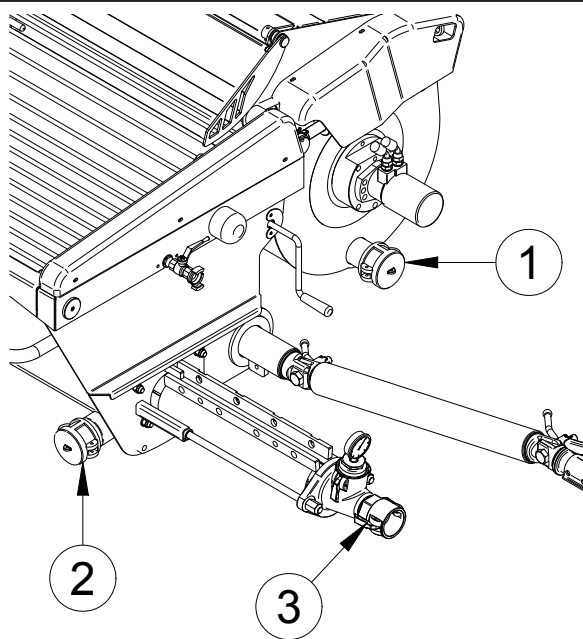

Fig.10
- Vider le malaxeur en ôtant le bouchon (Fig. 10, Rep.1) ou en vidant la trémie.
- Enlever le bouchon de la trémie (Fig. 10, Rep.2).
- Remettre en place le bouchon de la trémie (Fig. 10, Rep.2) et la remplir d'eau.
- Redémarrer la machine pendant quelques secondes jusqu'à ce que l'eau sorte propre du collecteur (Fig. 10, Rep.3) : de cette manière, on peut être sûr que la pompe est propre.